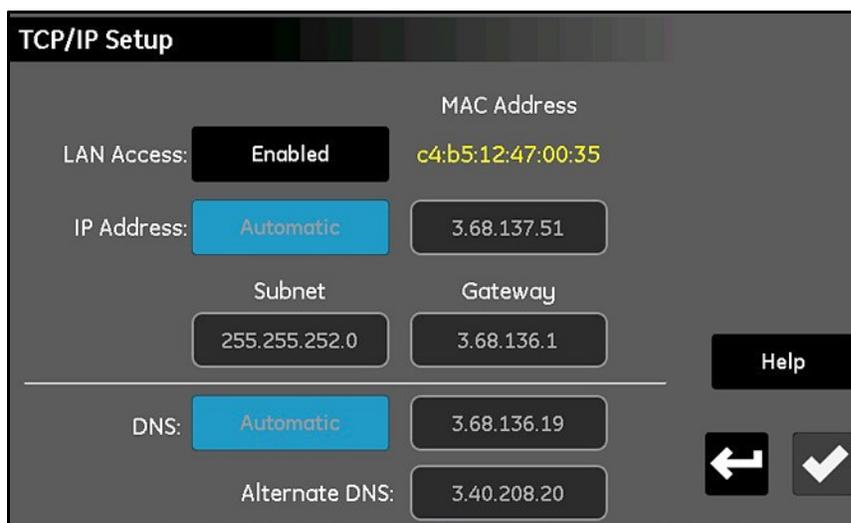

Рис. 69: Экран настройки TCP/IP
1. На экране *Configuration Menu (Меню настройки)* (см. Рис. 52 на стр. 55) выберите **TCP/IP**, при этом должен открыться экран *TCP/IP Setup (Настройка TCP/IP)*, аналогичный тому, что представлен на Рис. 69 ниже.